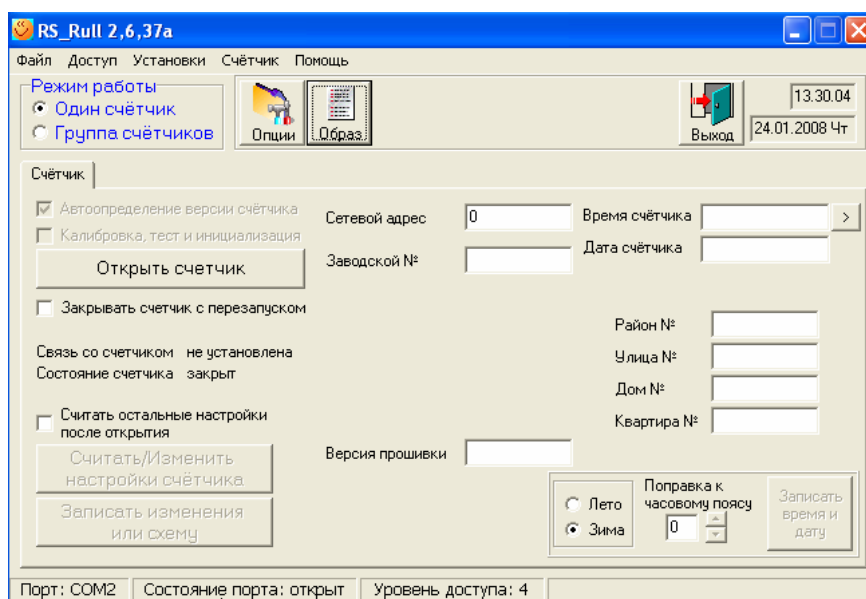

Рис.7
4.2. Для изменения заводского номера счетчика необходимо: в сетевом режиме запустить программу RS_Rull с уровнем доступа «4» (Рис. 7)